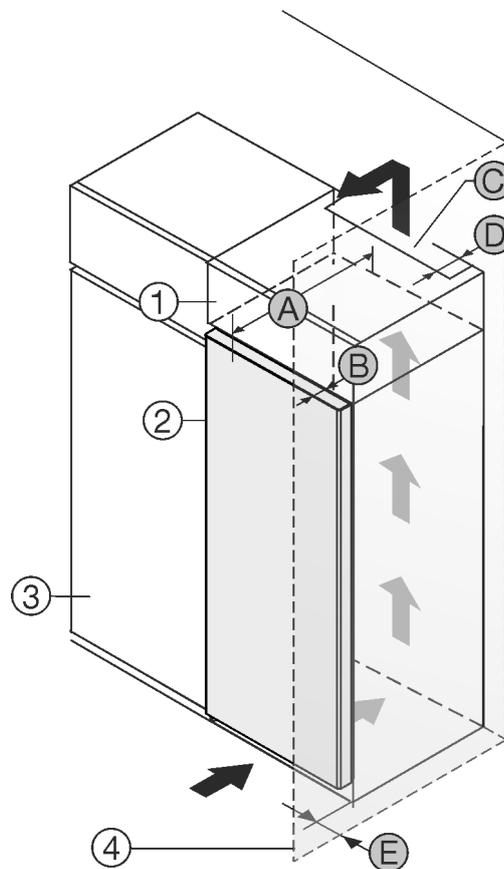

Fig. 1
Sie können das Gerät direkt neben dem Küchenschrank Fig. 1 (3) aufstellen.\*
An der Rückseite des Aufsatzschrankes muss ein Abluftschacht mit der Tiefe Fig. 1 (D) über die gesamte Aufsatzschrankbreite vorhanden sein.\*
Unter der Raumdecke muss der Entlüftungsquerschnitt Fig. 1 (C) eingehalten werden.\*
Wenn Sie das Gerät mit den Scharnieren neben einer Wand *Fig. 1 (4)* aufstellen, dann muss der Abstand zwischen Gerät und Wand mindestens 13 mm betragen.\*
Damit Sie die Tür vollständig öffnen können, muss das Gerät um die Türtiefe *Fig. 1 (B)* gegenüber der Küchenschrankfront vorstehen. Abhängig von der Tiefe der Küchenschranke *Fig. 1 (3)* und Verwendung von Wandabstandshaltern kann das Gerät weiter herausragen.\*